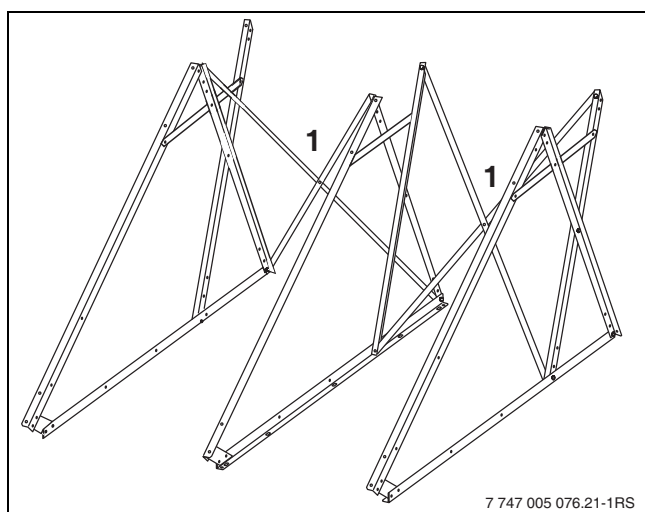

Fig. 21 Montar los perfiles de soporte traseros
- ▶ Atornillar 4 perfiles de soporte traseros formando 2 cruces (Fig. 21, (1)).